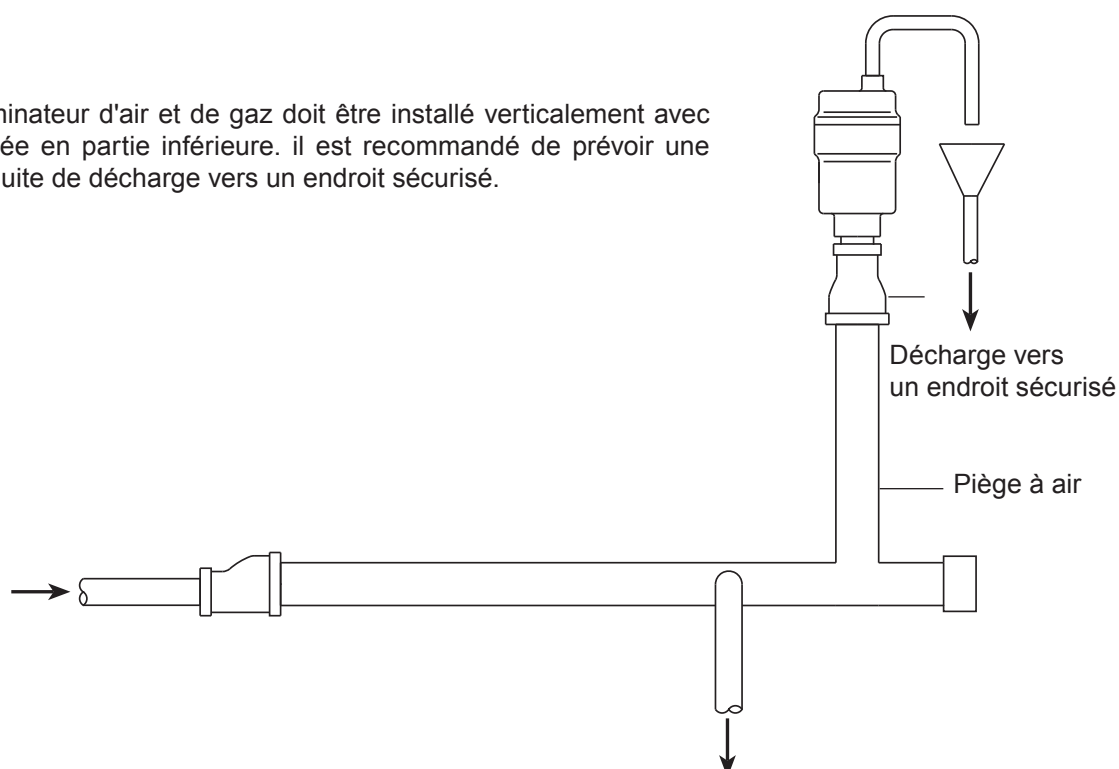

Fig. 2 Application type
3.4 L'AE36 doit être installé verticalement avec l'entrée en partie inférieure. Comme pour tous les éliminateurs d'air, un suintement peut se produire lorsque des impuretés viennent se déposer sur le clapet. Pour cette raison, il est recommandé de prévoir une conduite de décharge vers un endroit sécurisé. Dans ce but, l'orifice de sortie est fileté 1/4" BSP ou NPT. Voir la figure 2 pour une application type.